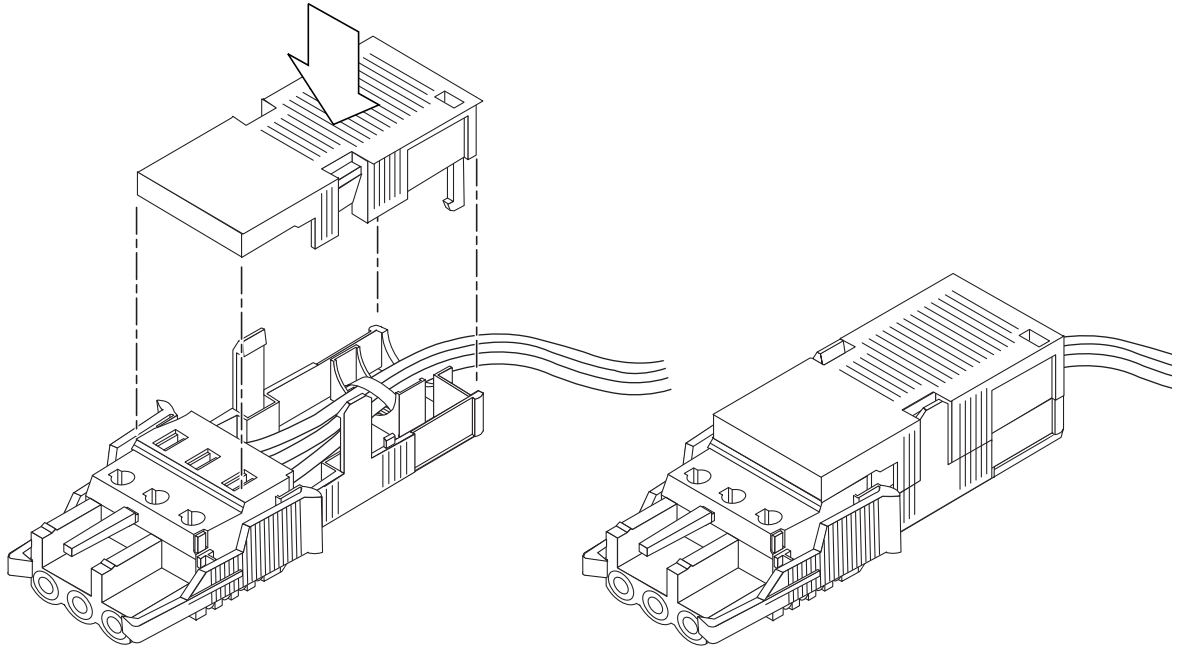

ABBILDUNG 2-12 Vorbereiten des Zugentlastungsgehäuses
5. Setzen Sie den oberen Teil des Zugentlastungsgehäuses so auf den unteren Teil, dass die drei Stifte am oberen Teil des Gehäuses in die Öffnungen am Wechselstromsteckverbinder gleiten. Drücken Sie dann den oberen und unteren Teil des Zugentlastungsgehäuses zusammen, bis sie einrasten (ABBILDUNG 2-12).